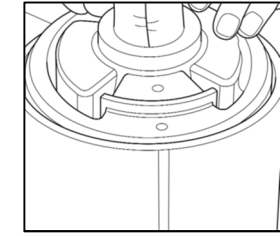

Fig. 17
2. Inserire la nuova boccola perno nell'imbuto "D" e allineare i puntini sulla boccola perno con la linea tratteggiata sull'imbuto (Fig. 17)